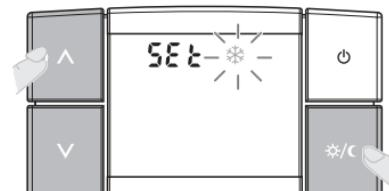

fig. 24
- Appuyer brièvement sur la touche ***/C** pour passer à la fonction suivante (exemple sur la fig. 24).